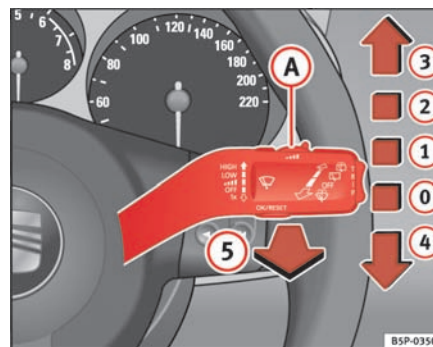

Fig. 86 Palanca del limpia-lavacristales
La palanca del limpiacristales ⇒ fig. 86 tiene las siguientes posiciones:
- Si se detiene el vehículo estando el limpiaparabrisas funcionando en la posición ➔ página 127, fig. 86 ② o en la posición ③, automáticamente comenzará a funcionar en una posición inferior. Si el vehículo reinicia la marcha, el limpiaparabrisas seguirá funcionando en la posición seleccionada originalmente